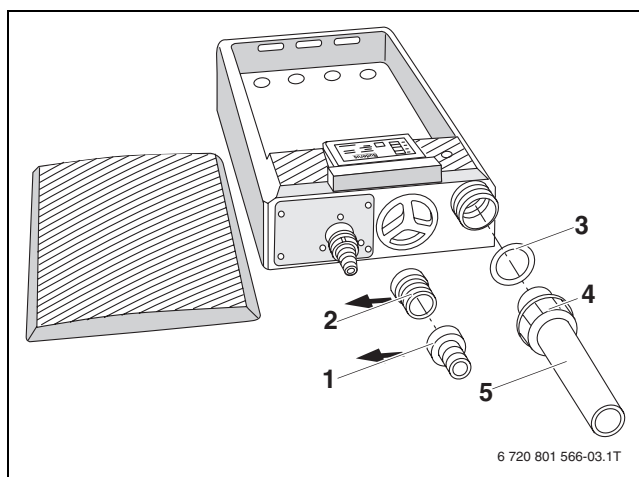

Fig. 3 PVC Remplacer le tuyau
Si l'écoulement des condensats en provenance de la chaudière est de Ø 40 mm, la buse d'alimentation du dispositif de neutralisation (EKO) doit être remplacée par le tuyau PVC (→ fig. 3).
- ▶ Dévisser l'écrou-raccord, retirer l'embout de tuyauterie (→ fig. 3, [1]) et l'élément intermédiaire (→ fig. 3, [2]).
- ▶ Visser le tuyau PVC (→ fig. 3, [5]) avec le joint (→ fig. 3, [3]) et l'écrou-raccord (→ fig. 3, [4]).